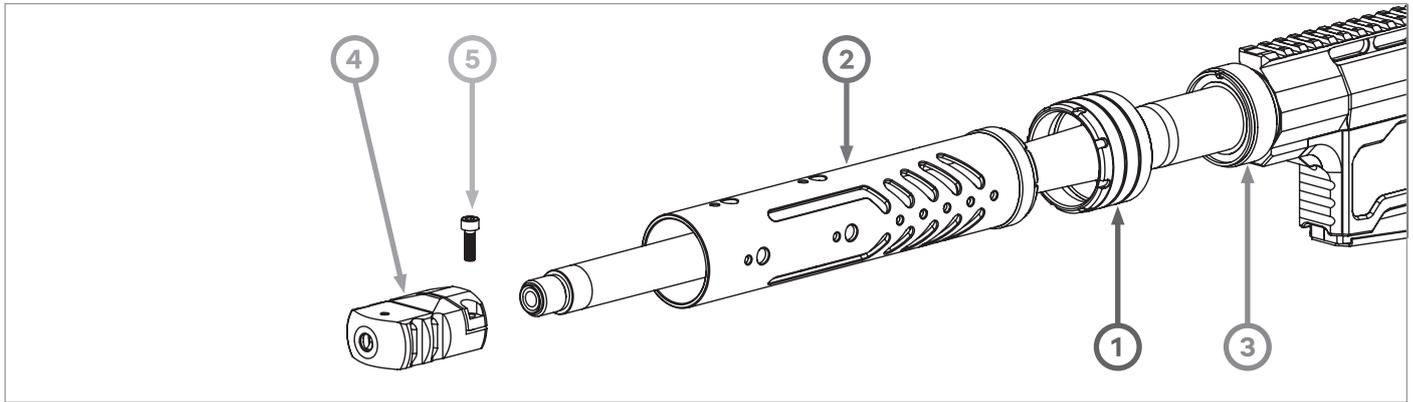
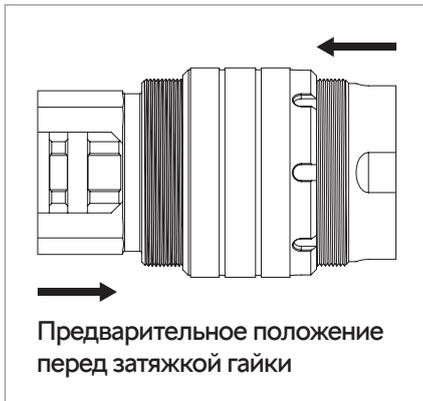

РИС.67
РИС.68
- ▲ Накрутить гайку (поз.1, РИС.67) на ресивер (поз.3, РИС.67) по часовой стрелке НА ЧЕТЫРЕ ОБОРОТА!
- ▲ Вкрутить цевьё (поз.2, РИС.67) в гайку против часовой стрелки (левая резьба) НА ОДИН ОБОРОТ! Предварительное положение деталей приведено на РИС.68.
- ▲ Далее продолжайте накручивать гайку на ресивер по часовой стрелке, удерживая цевьё в одном положении. При этом цевьё начнет вкручиваться в гайку (указано стрелками на РИС.68).
- ▲ Остается накрутить дульный тормоз-компенсатор (поз. 4, РИС. 67) и зафиксировать его в строго горизонтальном положении при помощи винта (поз.5, РИС.67).